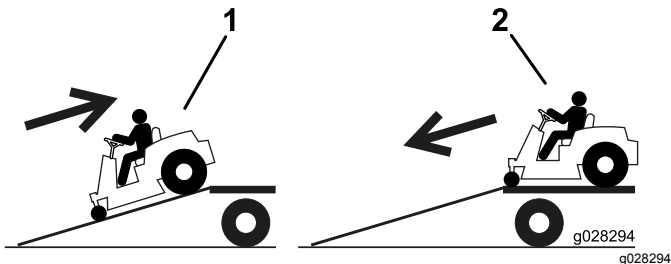

Figure 33
4. Montez la rampe en marche arrière (Figure 33).
2. Descendez la rampe en marche avant (Figure 33).